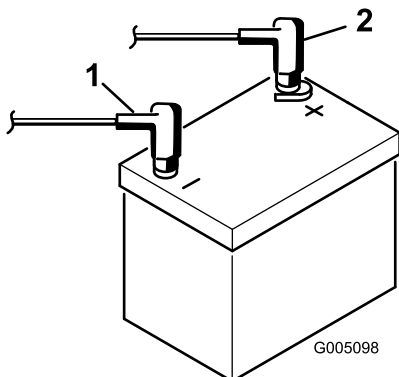

Bild 8
8. Klemmen Sie zuerst das Pluskabel (Rot) am Pluspol (+) der Batterie und dann das Minuskabel (Schwarz) am Minuspol (–) der Batterie an, wobei Sie die Kopfschrauben und Muttern verwenden (Bild 8). Ziehen Sie den Gummischuh über den Pluspol, um Kurzschlüssen vorzubeugen.